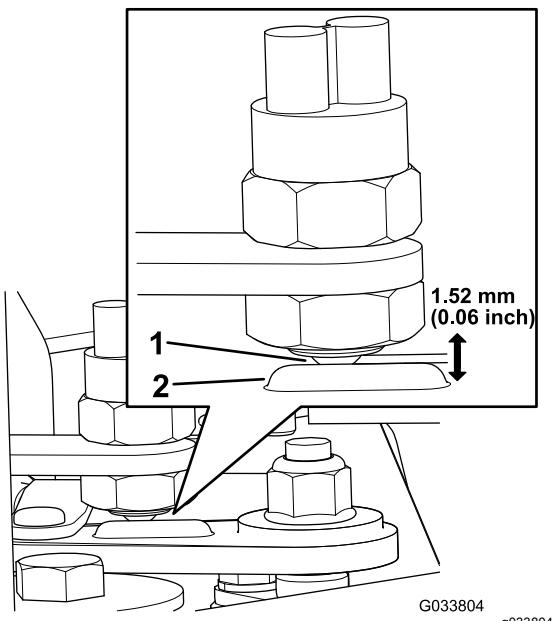

図 5
- ボールスイッチがシフトレバーの盛り上がり部分の前にあることを確認する図5。
の位置を調整する図5。